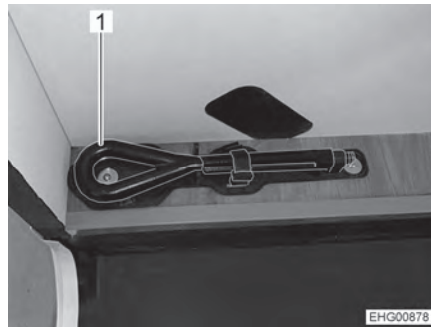

Bild 1 Abschleppöse
- ▷ In der Bedienungsanleitung des Basisfahrzeugs Ford ist beschrieben, dass sich die Abschleppöse unter dem Beifahrersitz befindet. Im Motorcaravan ist die Abschleppöse (Bild 1,1) aber in einer Halterung auf dem Bodenabsatz in der Heckgarage oder im Gaskasten untergebracht.